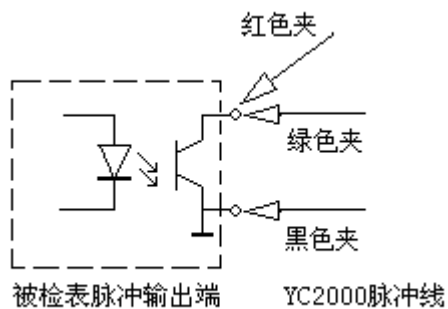
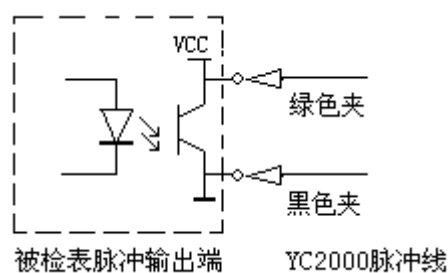

图 B1：被检表电能脉冲无源输出时的测量接线
图 B2：被检表电能脉冲有源输出时的测量接线
**红色**——本机提供的无源电压+5V 输出。当被检表的电能脉冲输出端是无源输出（光电隔离集电极开路）形式时，本端口给被检表提供+5V 电平脉冲电源，此时的接线见下面示意图 B1。当被检表的电能脉冲输出端是有源输出形式时，可以不用接红色线夹，只接绿色线夹和黑色线夹即可，见示意图 B2。